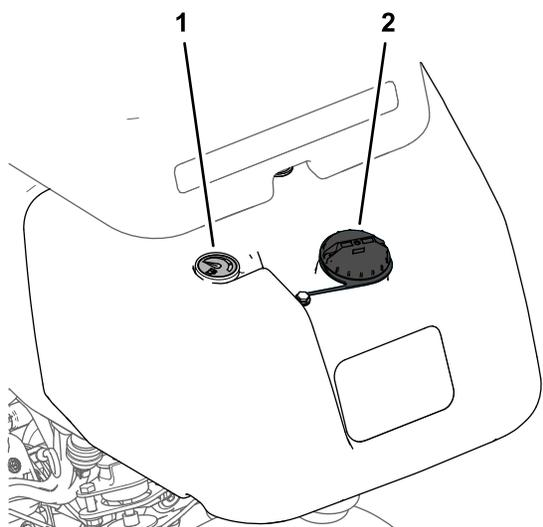

**Figura 22**
1. Limpe a zona em redor da tampa do depósito de combustível e retire-a (Figura 22 ou Figura 23).